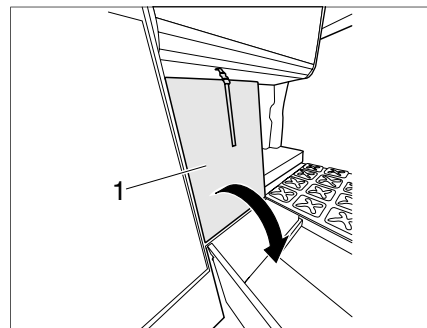

Bild 42 Unterlage, vorne
- ▶ Unterlage, vorne (Bild 42,1) nach unten klappen.